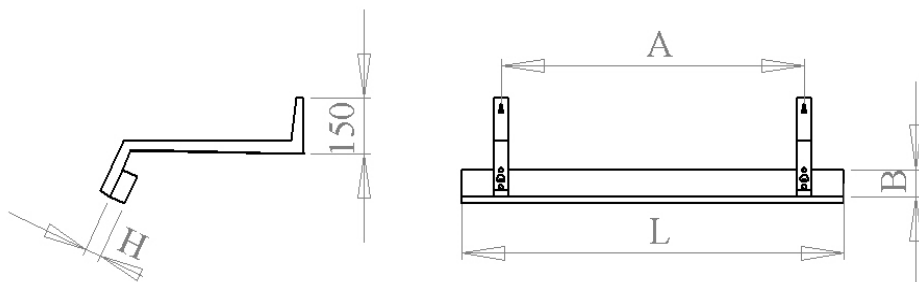

Рис.1 –Общий вид светильника
- 4.1 Общий вид светильника приведен на рис. 1.